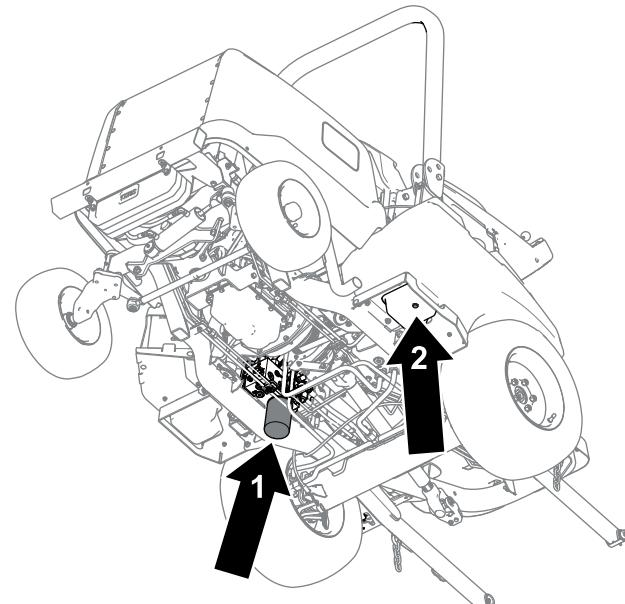

Figura 85
4. Retire el tapón de vaciado (Figura 85) de la parte inferior del depósito y deje que se drene el aceite hidráulico al recipiente.
6. Coloque un recipiente recipiente de vaciado debajo del filtro (Figura 85), retire el filtro y deje que se drene el aceite restante en el recipiente.